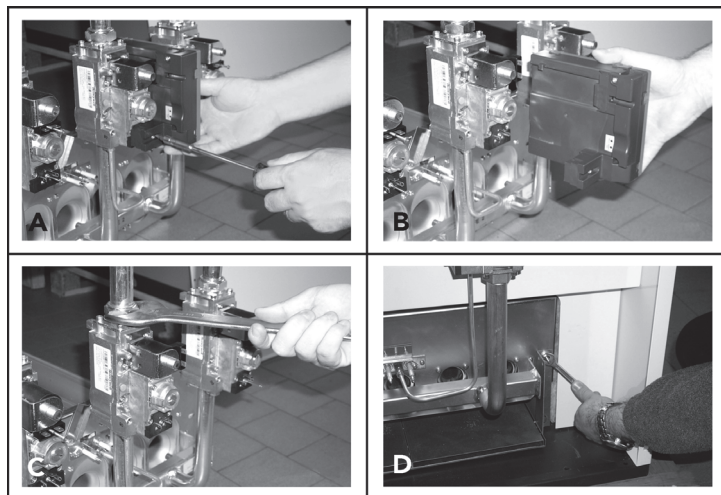

рис. 9 - Демонтаж и очистка горелок
- Открутите два винта крепления электронных блоков контроля пламени к газовому клапану (поз. А - рис. 9) и демонтируйте их с клапанов (поз. В - рис. 9).
- Отвинтите гайки крепления трубы подачи газа, расположенной перед газовыми клапанами (поз. С - рис. 9).
- Отвинтите две гайки крепления дверцы камеры сгорания к чугунным элементам корпуса котла (поз. D - О рис. 9).